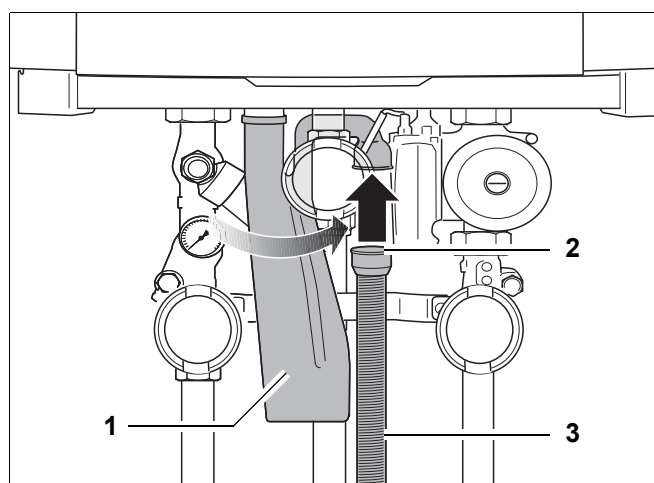

Рис. 18 Монтаж гофрированного шланга
- Смонтировать гофрированный шланг (рис. 18, **поз. 3**) и резиновую манжету (рис. 18, **поз. 2**) на сифоне (рис. 18, **поз. 1**).